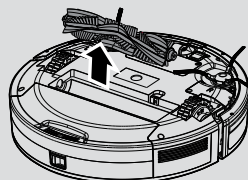

Fig. 12
3. Ta tak i den ene enden av agitatorene og løft den opp. [Fig. 12]